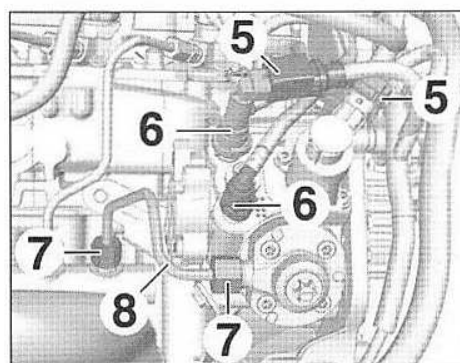

FIG.51
- Débrancher (Fig.51) :
- les connecteurs (5),
- les raccords (6) des canalisations basse pression.
- Desserrer les raccords (7).
- Déposer la canalisation haute pression (8).